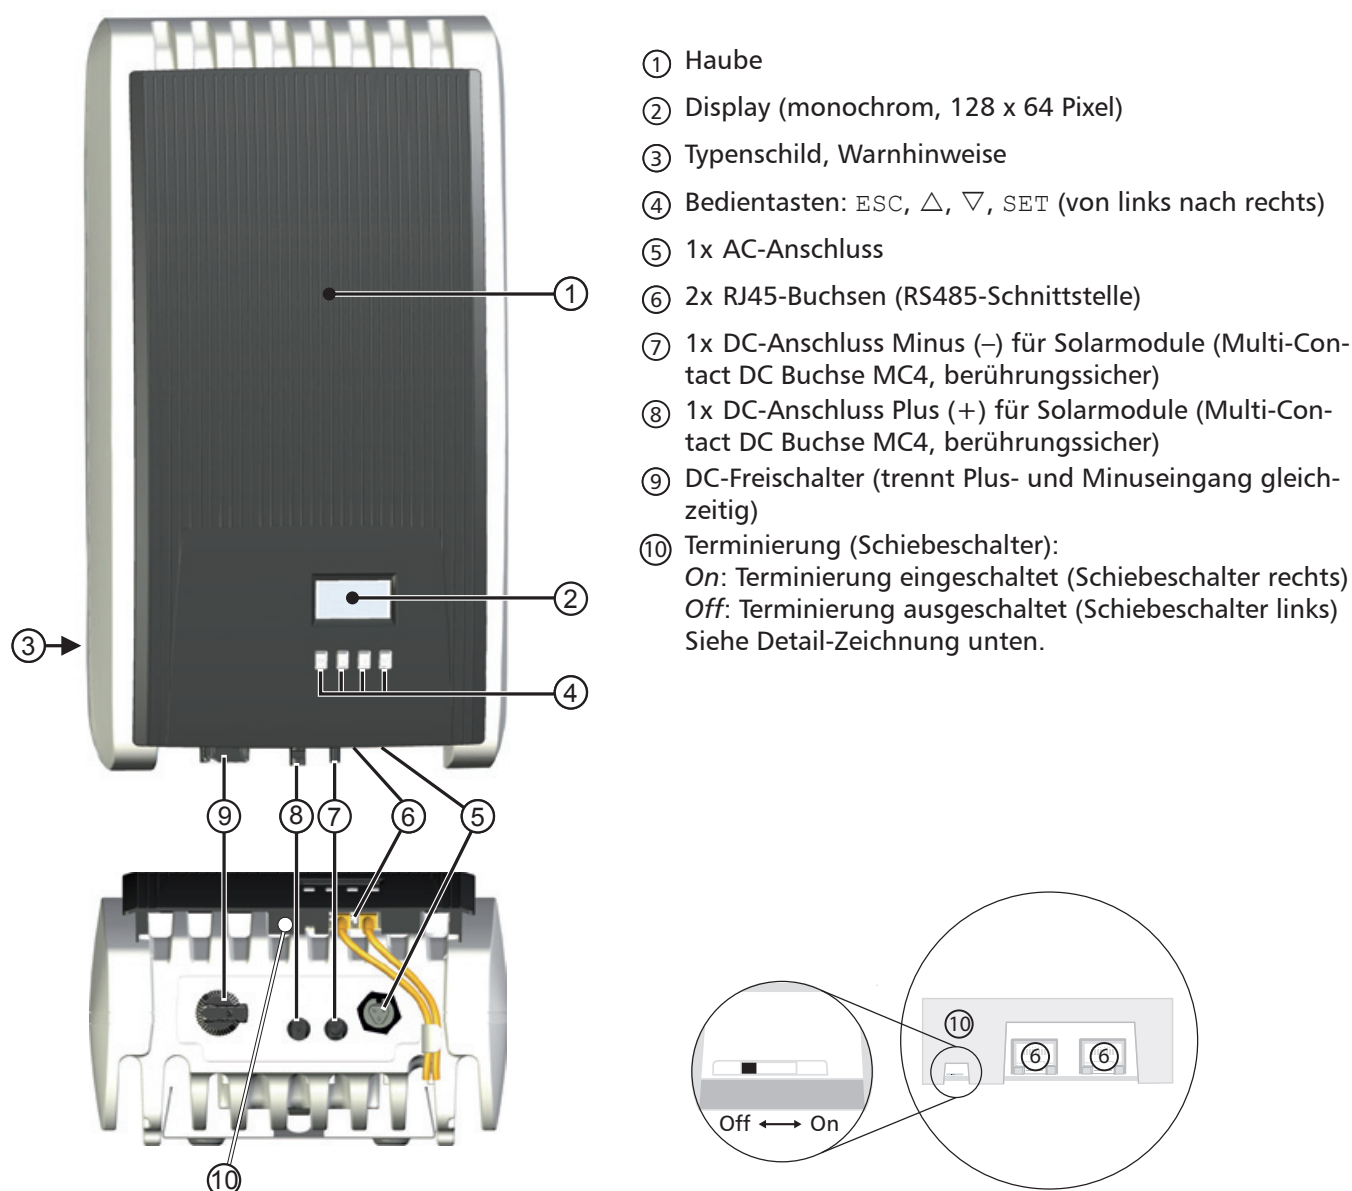

Abb. 5: Komponenten an Vorder- und Unterseite des Gehäuses
Zur Position des Typenschildes: siehe Abb. 5, S. 7.
Die Bedientasten (④ in Abb. 5) haben folgende Funktionen:
Für die Darstellung auf dem Display (② in Abb. 5) gilt allgemein: